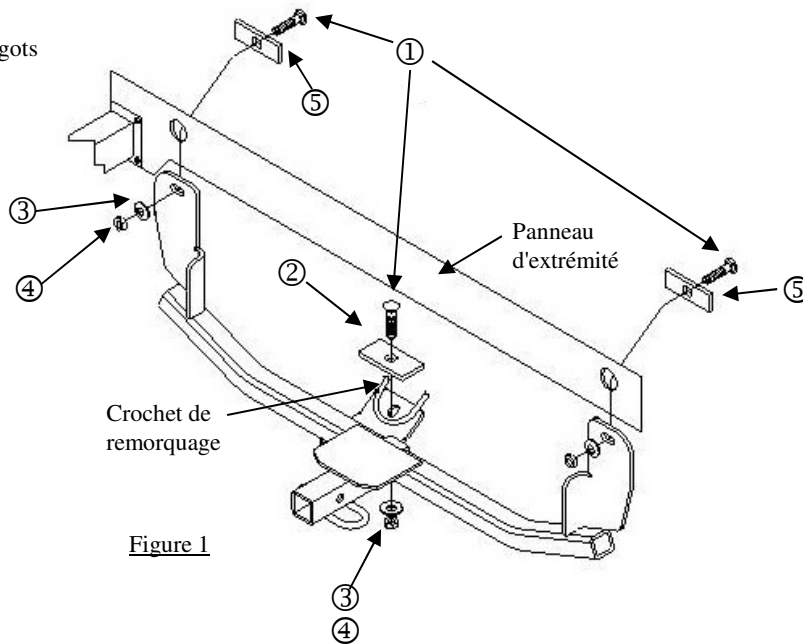

Figure 1
①	Qté (3)	Boulon de carrosserie 1/2-13 x 1.75 GR5	④	Qté (3)	Écrou hexagonal 1/2-13
②	Qté (1)	Espaceur	⑤	Qté (2)	Espaceur
③	Qté (3)	Rondelle conique	⑥	Qté (1)	Fil de tirage 1/2"
- Placer un boulon de carrosserie et un espaceur sur le crochet de remorquage. Comme illustré à la Figure 1.